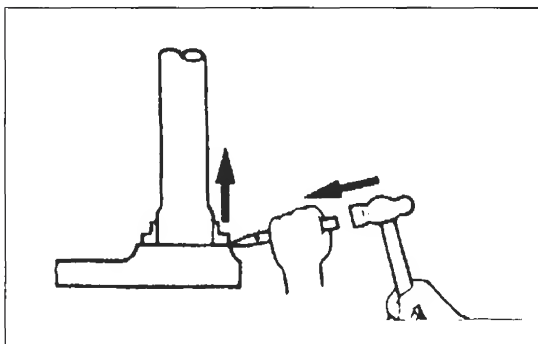

Bild 159
- Unteren Laufring mit Hammer und Meissel vom Sitz treiben (Bild 159).